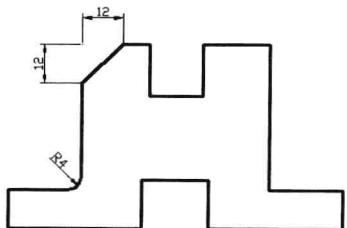
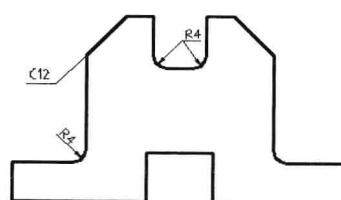

图 4-5-30
图 4-5-31
- (6) 单击“常用”选项卡，在“修改”面板中单击“圆角”按钮  右侧的三角形按钮，在弹出的按钮列表中单击“倒角”按钮 ，或者选择菜单命令“修改 / 倒角”。
- (7) 命令行提示“(“修剪”模式) 当前倒角距离 1 = 0.0000，距离 2 = 0.0000 选择第一条直线或 [放弃(U)/ 多段线(P)/ 距离(D)/ 角度(A)/ 修剪(T)/ 方式(E)/ 多个(M)]”，输入“d”，按 Enter 键。
- (8) 命令行提示“指定第一个倒角距离<0.0000>”，输入“12”，按 Enter 键。
- (9) 命令行提示“指定第二个倒角距离<5.0000>”，输入“12”，按 Enter 键。
- (10) 单击需要创建倒角效果的两条相邻的直线。此时这两条直线之间创建了倒角直线，如图 4-5-30 所示。用同样的方法，创建其他的圆角和倒角效果，如图 4-5-31 所示。